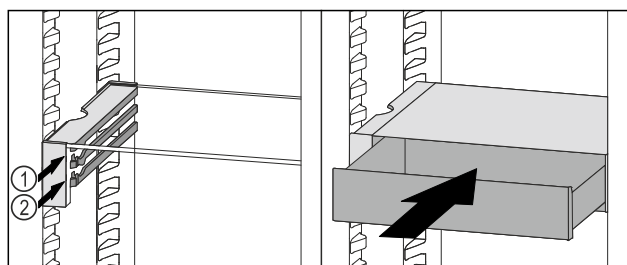

Fig. 119
- VarioSafe-Schubfach hinter den Stopper auf gewünschter Rippe Fig. 119 (1) oder Fig. 119 (2) aufsetzen.